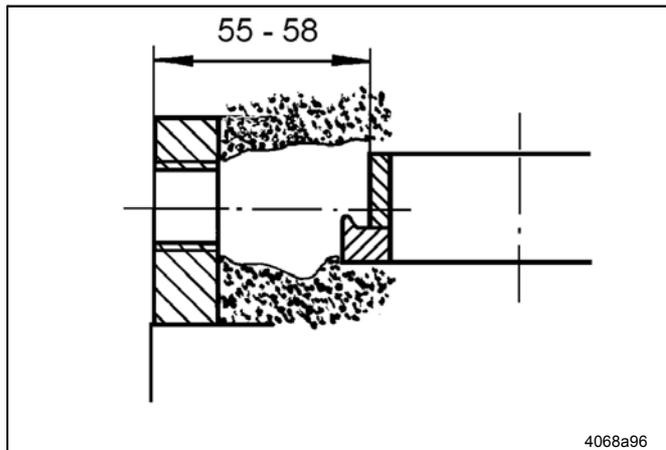

рис. 5 Прочищение отверстия от консистентной смазки
- ⇒ Если насос заполнен консистентной смазкой, то, например, с помощью чистой отвертки прочистить отверстие до эксцентрика (рис. 5).